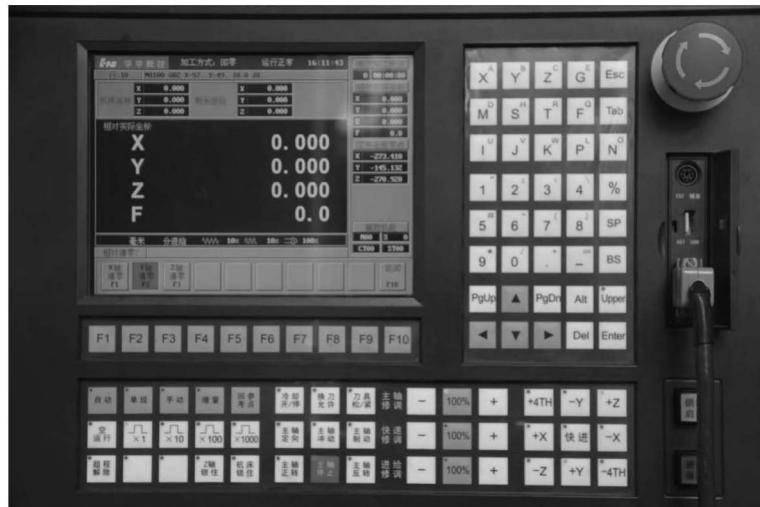

图 1-1-8 华中世纪星铣床数控装置操作台
1) 操作面板介绍如图 1-1-8 所示
HNC-21M 世纪星铣床数控装置操作台为标准固定结构如图 1-1-8, 其结构美观, 体积小巧, 外形尺寸为 420 mm×310 mm×110 mm。